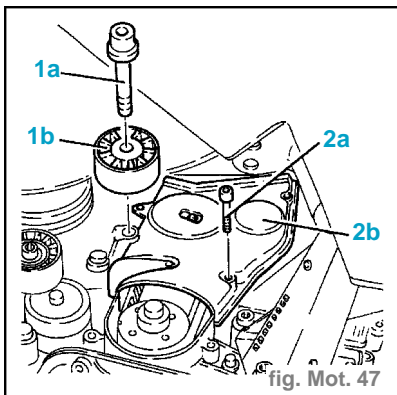

fig. Mot. 47
- Agir sur la vis de la poulie crantée conductrice et faire tourner le vilebrequin jusqu'à faire coïncider les crans de calage (2) (1° cylindre au P.M.H).
- Dévisser la vis (1a) et enlever le tendeur fixe de la courroie unique des organes moteur (1b). (fig. Mot.47)